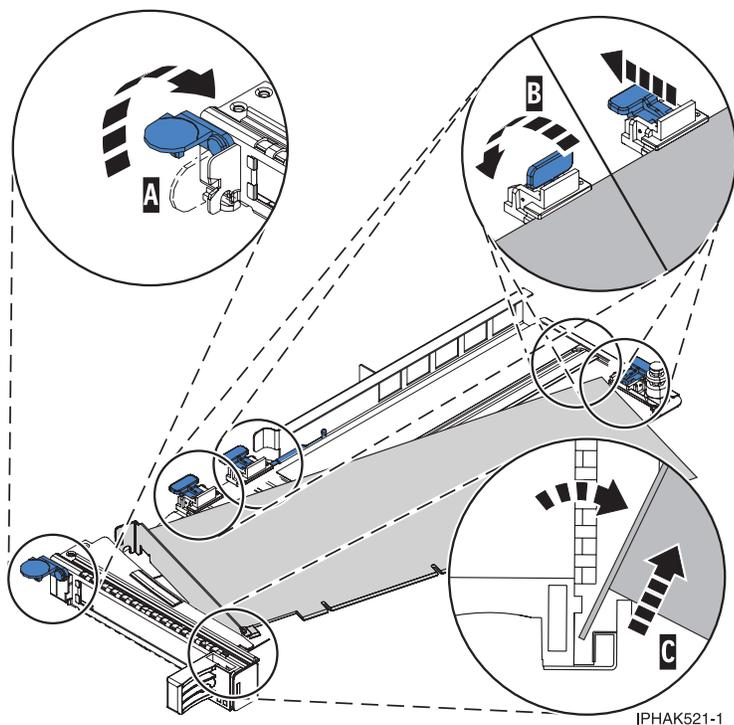

Figure 130. Retrait de la carte de la cassette de cartes PCI
- a. Déverrouillez les crochets de retenue de la carte en faisant tourner l'étrier de retenue (A) pour le mettre en position horizontale. Voir figure 130, à la page 150.